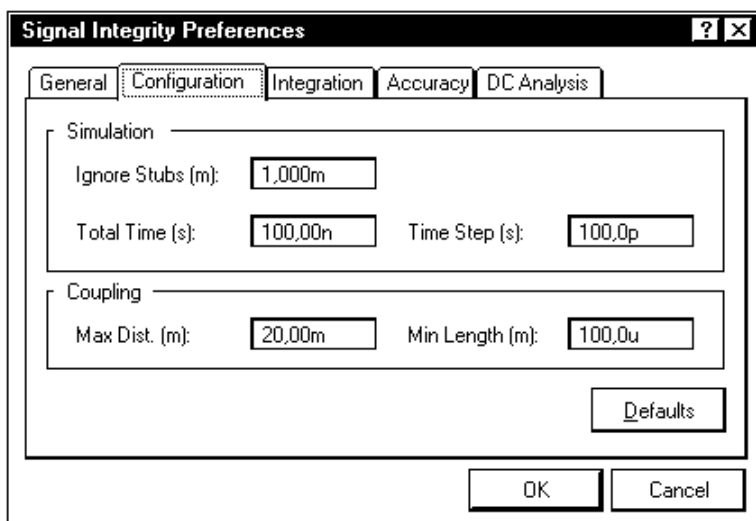

Рис. 10.10. Окно настройки параметров анализа
- **Preferences** — по этой команде открывается диалоговое окно настройки элементов режима анализа (рис. 10.10) с пятью панелями-вкладками:
- **Configuration** (Конфигурация) — на этой вкладке (рис. 10.10) задают следующие настройки:
- ❑ **Find Coupled Nets** (Найти связанные цепи) — по этой команде в левой половине панели **Signal Integrity** выделяются темно-синей цветовой подсветкой связанные цепи печатной платы, отвечающие значениям параметров, назначенным в секции **Coupling** диалога **Signal Integrity Preferences** (см. рис. 10.10);